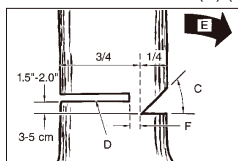

Fig. 11B
Realice el corte de derribo (D) desde el otro lado del árbol y a 1,5 - 2,0 pulgadas (3-5 cm) por encima del borde del corte de tala (C) (Fig. 11B)